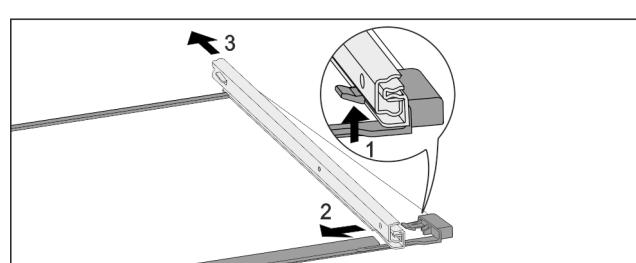

Fig. 191 Sklenená doska s kolajničkami
- Potlačte predný západkový hák nahor. Fig. 191 (1)
- Odsuňte vyťahovaciu kolajničku do strany Fig. 191 (2) a dozadu Fig. 191 (3).